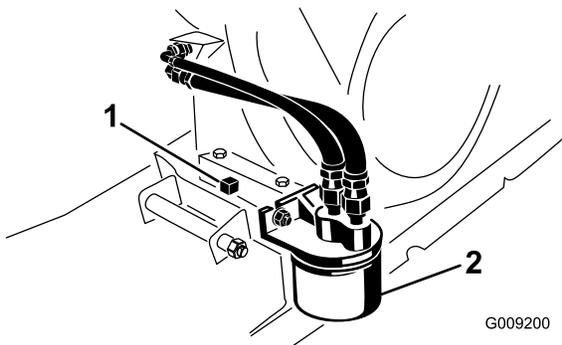

Bild 29
2. Entfernen Sie den vorhandenen Ölfilter (Bild 29).